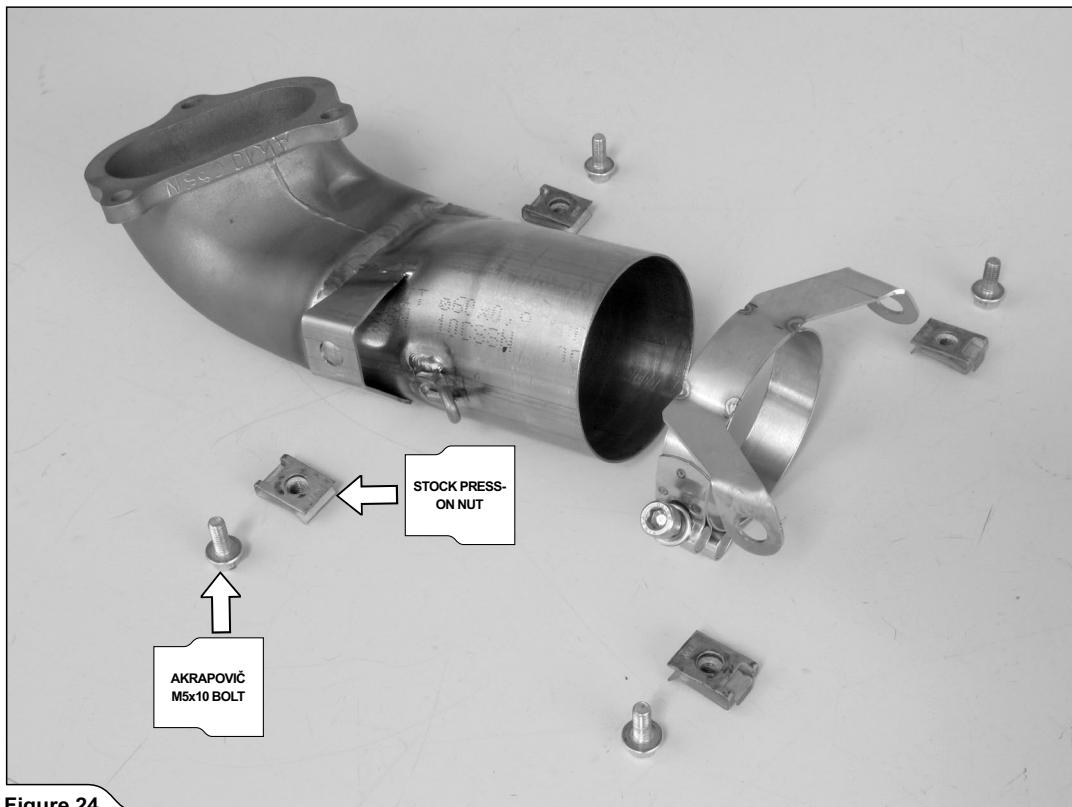

Figure 24
1. Poser les pare-chaleur d'origine sur le tuyau du collecteur avant, à l'aide des écrous à pression d'origine, des étaux de fixation et des boulons contenus dans le kit d'installation Akrapovič ; accrocher le ressort comme indiqué (Figures 24, 25).
1. Die Original-Wärmeschutzteile am vorderen Krümmerrohr montieren, dabei die Druckmuttern, die Klemmfäuste und die Bolzen aus dem Akrapovič Installationskit verwenden. Die Feder wie angegeben anschließen (Figure 24, 25).